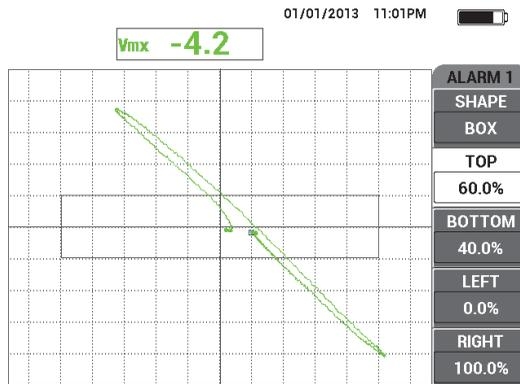

Figure 5-60 Paramètres d'alarme
1. Selon les exigences de votre application, réglez les paramètres de l'alarme, de l'avertisseur et de l'avertisseur externe (plus fort). Pour en savoir plus sur les alarmes, voir « Menus des alarmes » à la page 314. Les paramètres d'alarme illustrés dans la Figure 5-60 à la page 184 peuvent servir d'alarme rectangulaire négative.